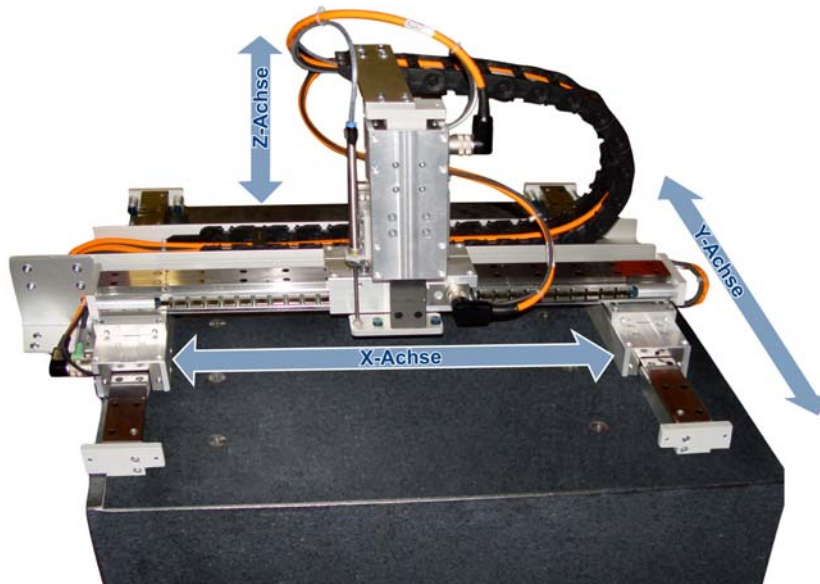

Abbildung 5: X/Y/Z-System (Portal)
- X/Y/Z-System (Portal, siehe *Abbildung 5*)